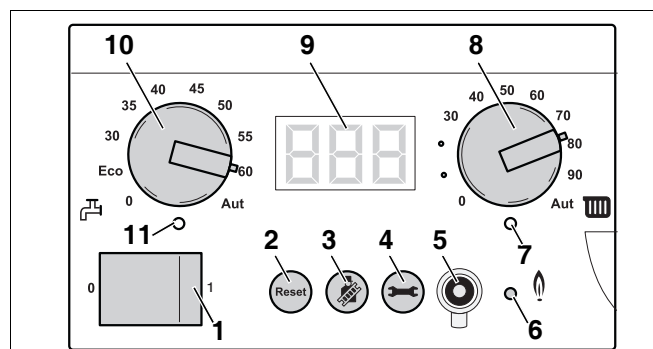

Fig. 80 Basiscontroller BC10
- Tænd for varmeanlægget på panelafbryderen til Basiscontroller Logamatic BC10 (fig. 80, pos. 1).
- Tryk på "skorstensfejer"-tasten (fig. 80, pos. 3), og hold den nede (ca. 2 sekunder), indtil punktet nederst til højre på displayet (fig. 80, pos. 9) vises. Se endvidere tab. 9, "Røggastest", side 38.
- Når LED "Brænder" lyser, (fig. 80, pos. 6) skal du vente et minut, til gaskedlen brænder på fuld belastning.
- Tryk på "skorstensfejer"-tasten (fig. 80, pos. 4), indtil temperaturvisningen vises i displayet.
- Tryk på "skorstensfejer"-tasten (fig. 80, pos. 3) for at afslutte målingen. Se endvidere tab. 9, "Røggastest", side 38.